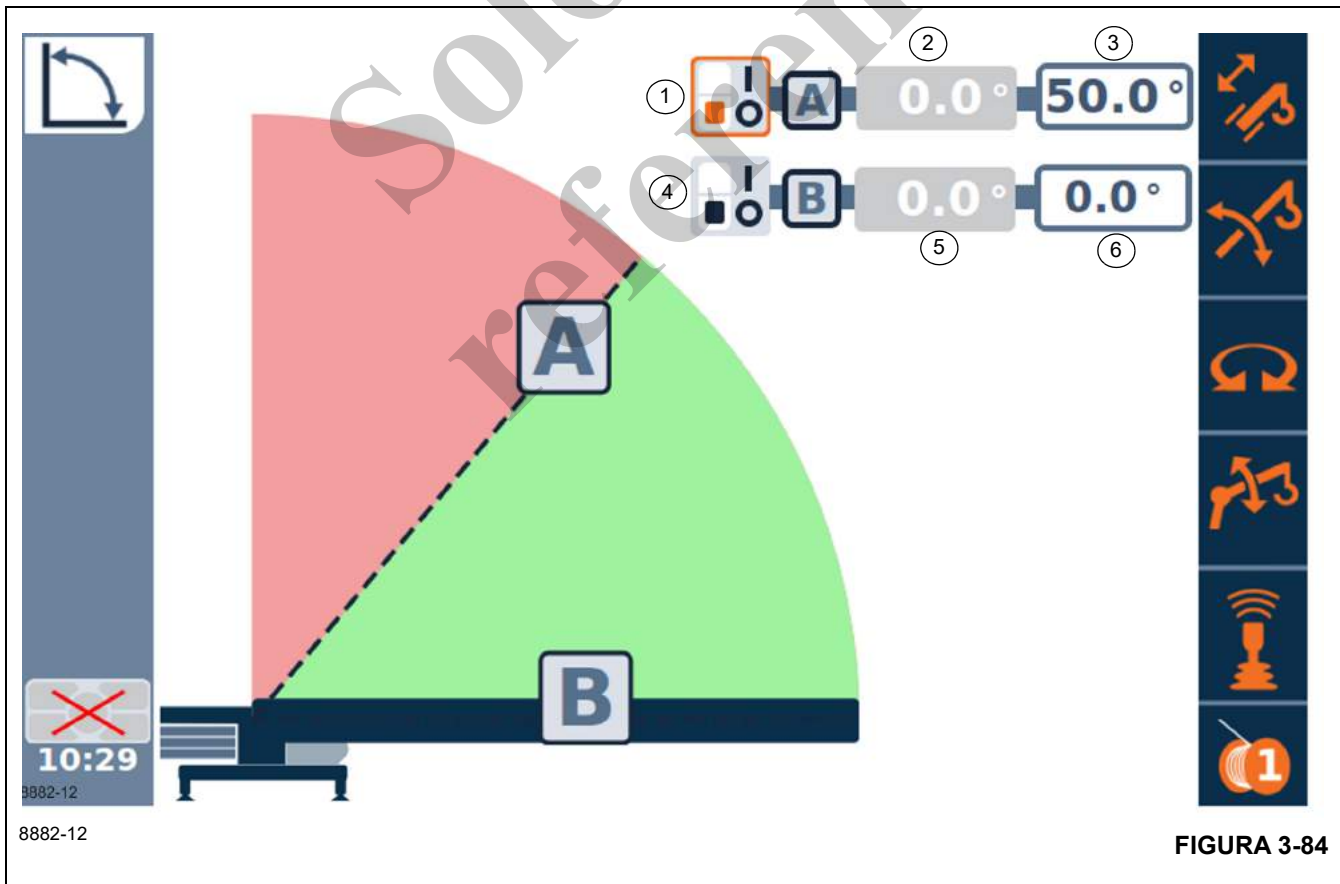

FIGURA 3-84
El menú de límites del ángulo de la pluma (Figura 3-84) permite al operador establecer los límites superior e inferior para el funcionamiento de la pluma.
2. Seleccione la vista del menú de límites de elevación de la pluma (Figura 3-84) en la pantalla de menú principal.
1. Seleccione la vista del menú de límites de elevación de la pluma (Figura 3-84) en la pantalla de menú principal.
2. Use la función de flecha derecha para resaltar el símbolo de interruptor (1).
4. Use la función de flecha derecha para resaltar el valor de límite de elevación superior (3).
2. Use la función de flecha derecha para resaltar el símbolo de interruptor (4).
4. Use la función de flecha derecha para resaltar el valor de límite de elevación superior (6).